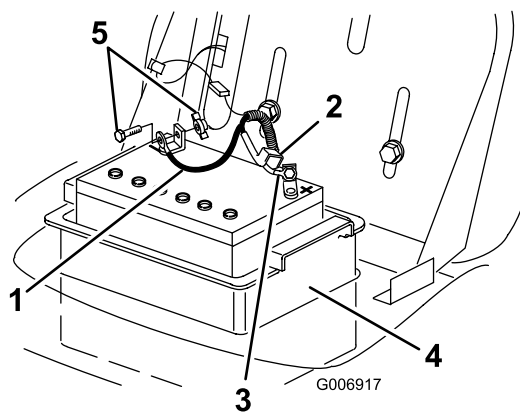

Figure 24
4. Débranchez le câble négatif (noir) de mise à la masse de la borne de la batterie (Figure 24).
- Repoussez le capuchon en caoutchouc sur le câble positif (rouge). Débranchez le câble positif (rouge) de la borne de la batterie (Figure 24).
- Sortez le compartiment de la batterie et la batterie du châssis (Figure 24).
- Placez le compartiment de la batterie et la batterie dans le châssis (Figure 24).
- Connectez le câble positif (rouge) à la borne positive (+) de la batterie à l'aide du boulon et de l'écrou à oreilles (Figure 24).
- Connectez le câble négatif (noir) à la borne négative (-) de la batterie à l'aide du boulon et de l'écrou à oreilles (Figure 24).